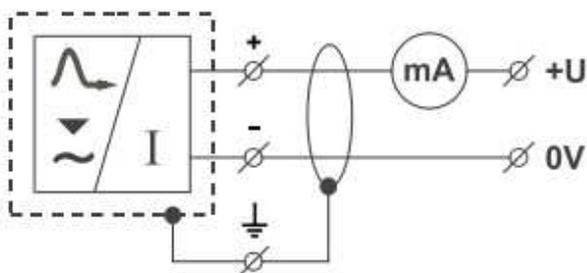
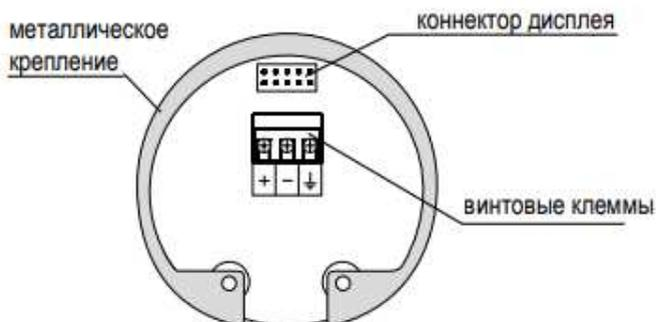

Рисунок 10.1 – Схема подключения
Рисунок 10.2 – Устройство датчика уровня
- 5 ► Согласно схеме, указанной на Рис. 10.1, присоедините кабель к винтовым клеммам на Рис. 10.2. Клеммы и кабельный вывод прочно затяните. Момент затяжки – 3Нм.